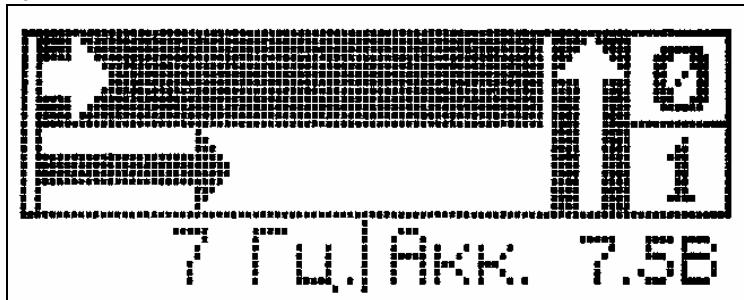

Рисунок 5-3.Индикатор в режиме "УТЕЧКА"
1. Включите питание приемника. После прохождения заставки, выберите необходимый режим работы нажатием кнопки «РЕЖИМ». Выберите рабочую частоту нажатием кнопки «ЧАСТОТА» и приступайте к работе. Режимы ТРАССА и УТЕЧКА отличаются типом индикации (см. рис.5-2 и рис.5-3).